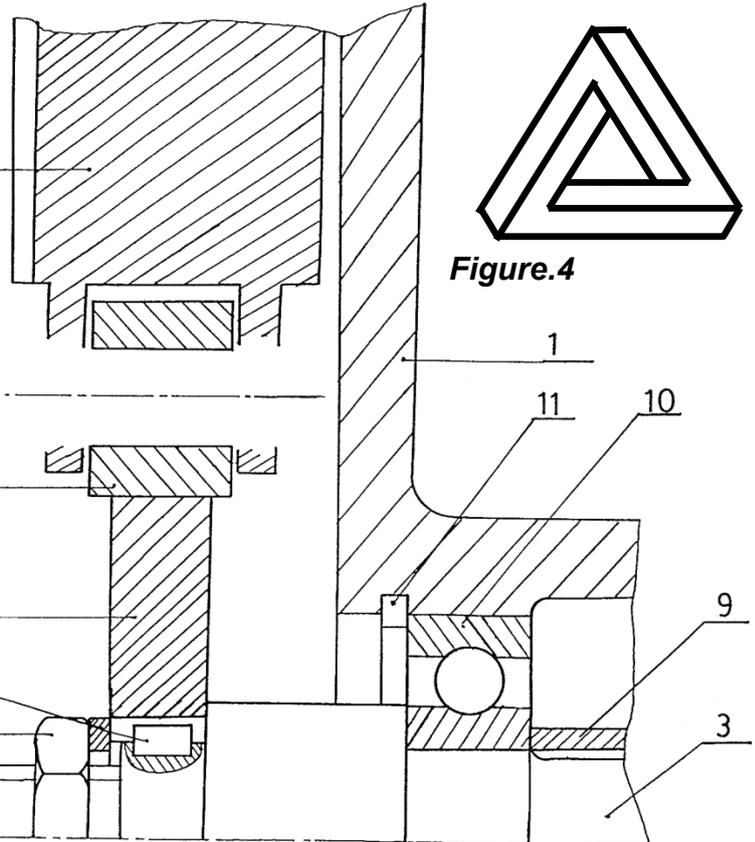
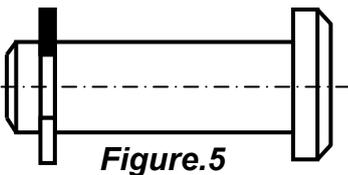

Figure.4
Figure.5
**Compléter** sur la **Figure 4** cette liaison en utilisant un axe d'articulation + un circlips de la **Figure 5** : ( /3 pts)